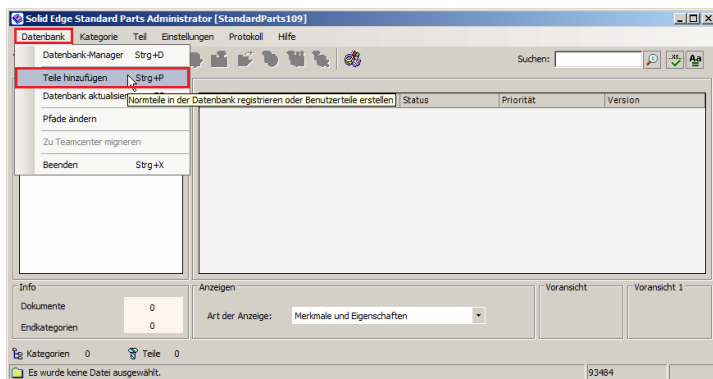

Abbildung 18
- 5.3. Um die Datenbank zu füllen, wählen Sie im Reiter *Datenbank* -> *Teile hinzufügen* (Abb. 18).